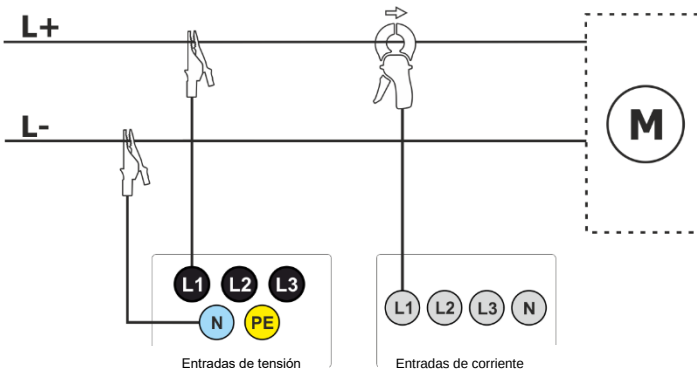

Fig. 25. Esquema de conexión - sistema de DC.
- DC – sistema de una tensión (Fig. 25)